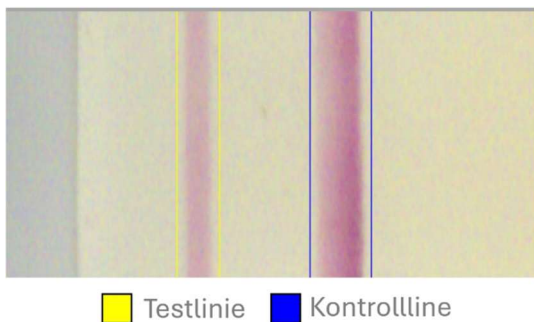
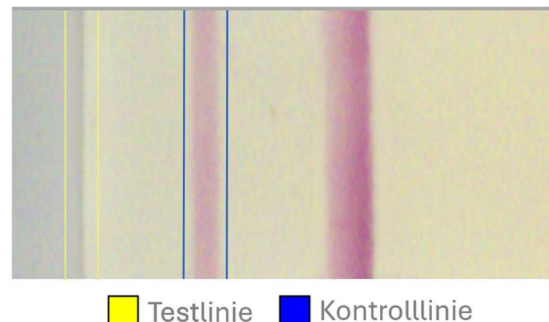

Abb. 2: Bandenerkennung valide
Abb. 3: Bandenerkennung invalide
- Das Ergebnis im Ergebnisfeld der RIDA®SMART APP muss visuell auf Erkennung der Banden gegengeprüft werden. Es müssen zwei und die beiden richtigen (rot gefärbten) Banden (Testbande und Kontrollbande) eingerahmt werden s. Abbildung 2. Sind andere Banden eingerahmt ist das Ergebnis invalide s. Abbildung 3.